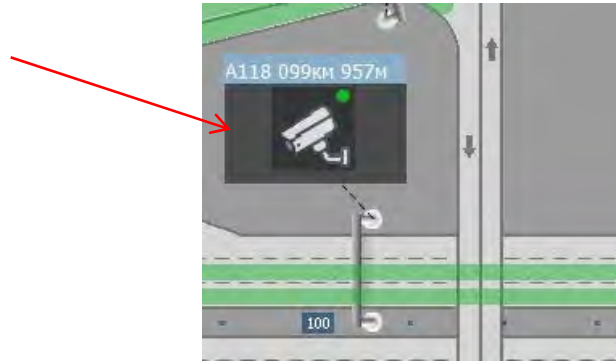

Рисунок 3.6.4 Выбор изображения с отдельных видеокамер на мнемосхеме АД
Изображение с отдельных видеокамер (не более двух одновременно) можно выбрать, кликнув на пиктограмму с необходимой видеокамерой на мнемосхеме (см. рис. 3.6.4). Изображение с неё в текущий момент времени появится в окне вывода текущих (выбранных с мнемосхемы) видеокамер (5) (см. рис. 3.6.1).